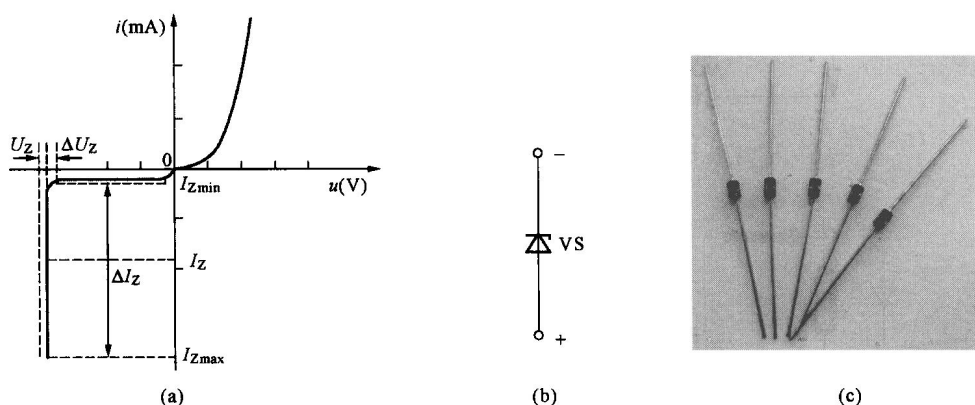

图 1-12 稳压管特性曲线和符号
稳压管是利用一种特殊工艺制成的面接触型二极管，工作在二极管伏安特性的反向击穿区。如图 1-12 (a) 所示稳压管伏安特性曲线，由于反向特性曲线较陡，稳压电路中串接了合适的限流电阻，反向电流在很大范围内变化，其电压值变化极小，因此具有稳压作用。由于电路中串接合适的限流电阻，其反向电流不会烧坏稳压管。稳压管的正向特性与普通二极管相似，反向击穿特性曲线很陡。
(1) 稳压管符号与外观。稳压管符号如图 1-12 (b) 所示，外观如图 1-12 (c) 所示。